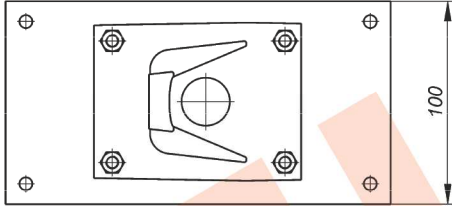

Рис.3 Монтаж кронштейна ТГБ-3 на опору (круглую или квадратную)
1. Кронштейн КС-1 для крепления IP-видеокамеры ТВК-97 IP на опоры $\varnothing$; $\square$ $=115\pm 135$ мм (другой размер - под заказ). Монтаж кронштейна см. рис.3;